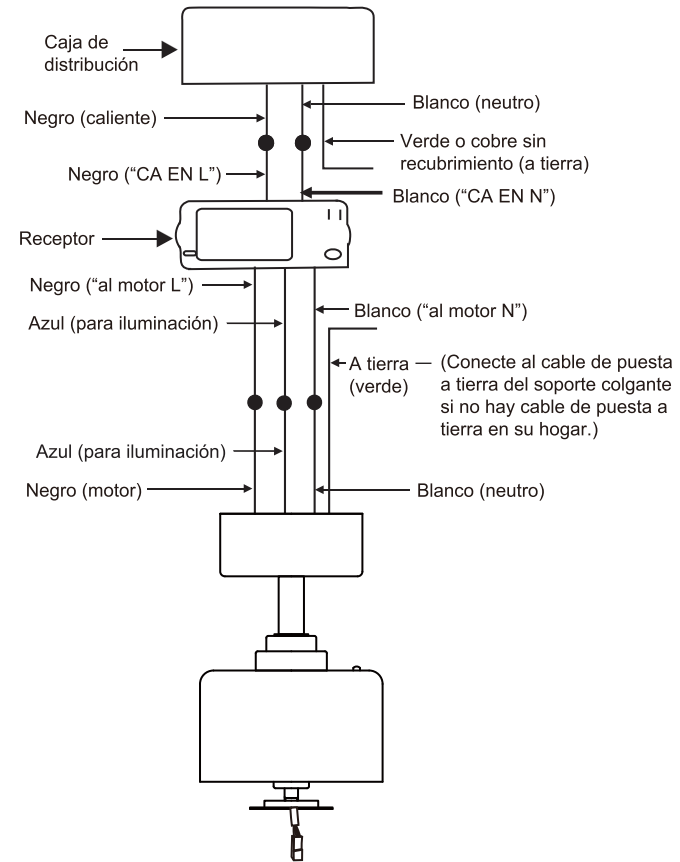

Fig. 14
Paso 2. Conexiones eléctricas del motor al receptor: (Fig. 14)
Paso 3. (Fig. 14) Conexiones eléctricas del receptor a los cables de alimentación del hogar: Conecte el cable negro (caliente) del cielorraso al cable negro marcado como "AC in L" (CA en L) del receptor. Conecte el cable blanco (neutro) del cielorraso con el cable blanco marcado como "AC in N" (CA en N) del receptor. Asegure las conexiones de cables con las tuercas plásticas para cable proporcionadas.
Paso 4. (Fig. 14). Si su caja de distribución tiene un cable de puesta a tierra (verde